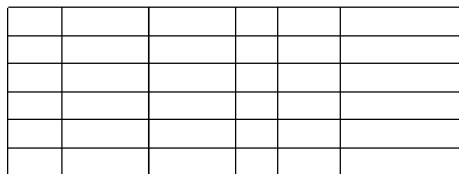

图 10-26 完成表格
(11) 定义完成各列宽度后, 系统仍提示“输入下一列的宽度”, 不输入任何值, 直接按〈Enter〉键确认。
(12) 系统提示“输入第一行的高度”, 按照定义列宽的方式依次定义由下向上各行的高度分别为第一行 (8)、第二行 (8)、第三行 (8)、第四行 (8)、第五行 (8)、第六行 (8)。
(13) 定义完最后一行高度后, 在系统提示“输入下一行的高度”, 不输入任何值, 直接按〈Enter〉键即可完成表格的创建, 如图 10-26 所示。